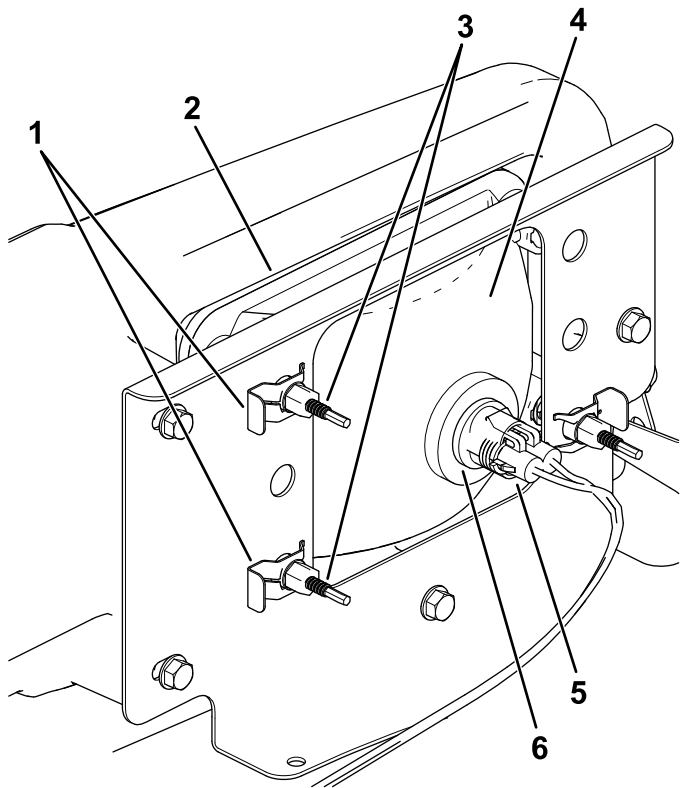

Figura 49
3. Desconecte el conector eléctrico del arnés de cables del conector del conjunto de la lámpara (Figura 49).
4. Retire los conectores rápidos que sujetan el faro al soporte del faro (Figura 49).
5. Retire el faro desplazándolo hacia adelante y pasándolo por el hueco del parachoques delantero (Figura 49).
6. Introduzca el faro nuevo a través del hueco del parachoques (Figura 49).
8. Conecte el conector eléctrico del arnés de cables al conector del conjunto de la lámpara (Figura 49).
5. En la parte trasera del faro, gire los tornillos de ajuste (Figura 49) para pivotar el conjunto y ajustar de la posición del haz de luz.